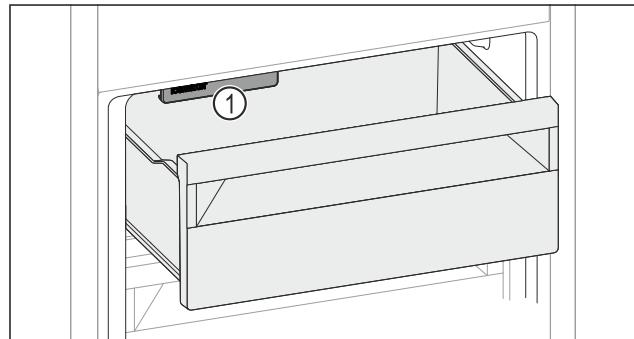

Fig. 155
- Слідкувати за функцією IceMaker Fig. 155 (1).